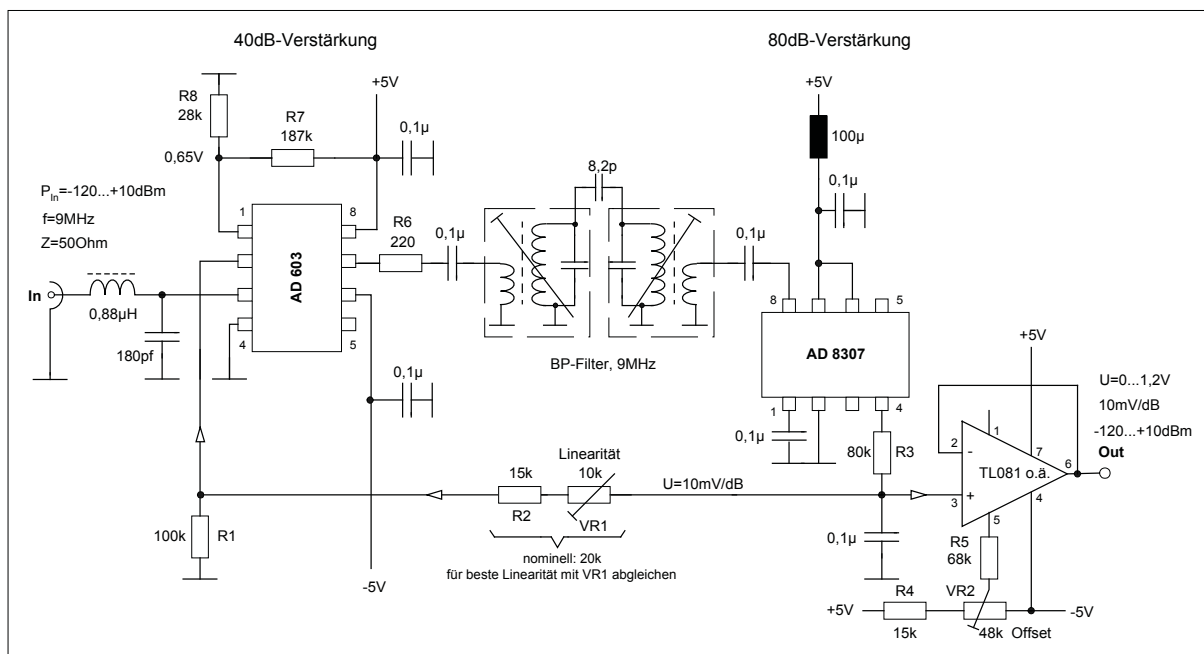
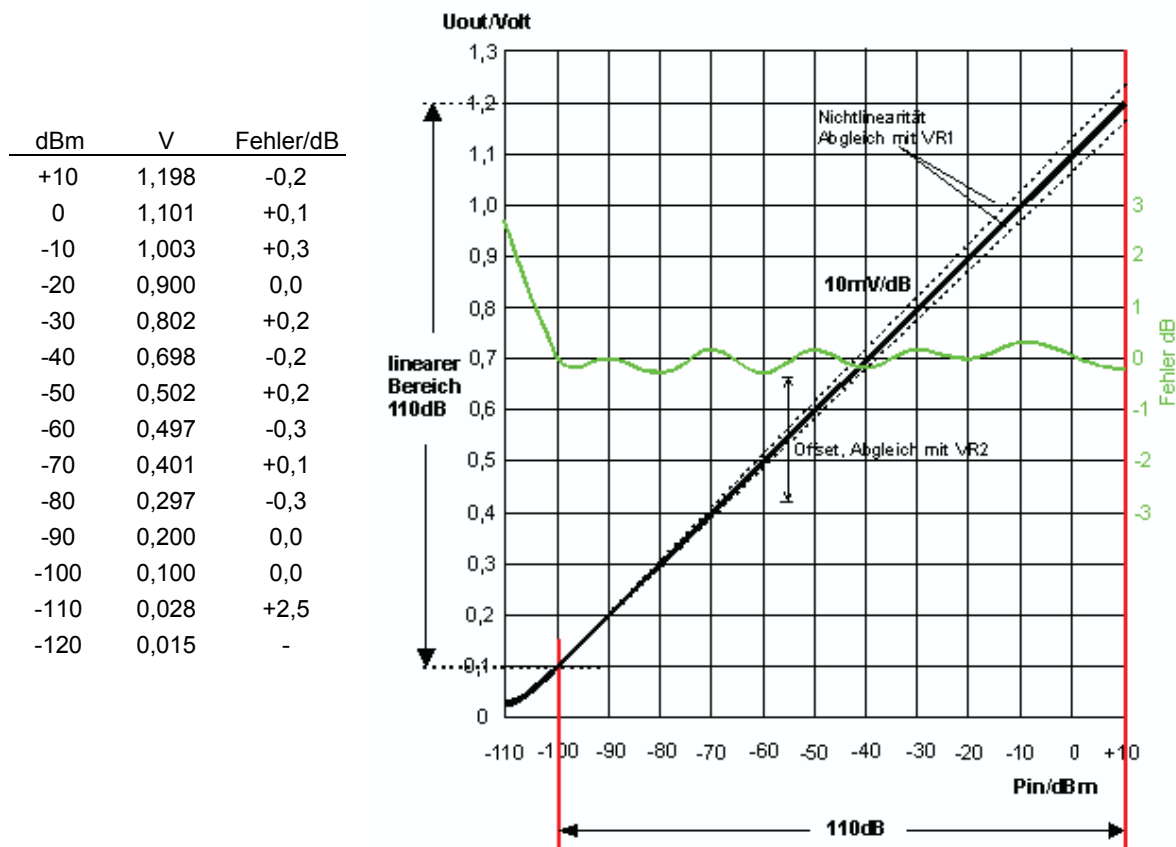
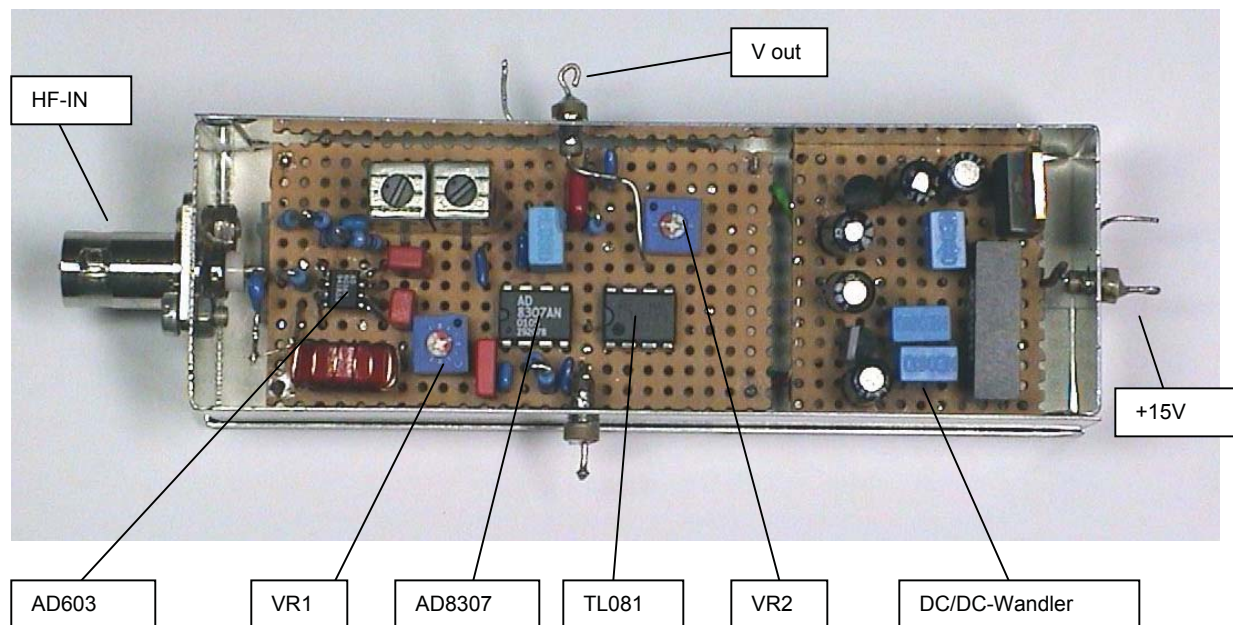

Bild 4: Selektiver, logarithmischer HF-Verstärker mit 120 dB Dynamik, Frequenz 9MHz, Empfindlichkeit -110dBm ...
Bild 5: Übertragungskurve des 120dB-Messsystems, aufgebaut mit den logarithmischen Verstärkern AD603 und AD8307
Bild 6: Versuchsaufbau des Log-Verstärkers und Spannungswandlers auf Lochrasterplatine in Weißblechgehäuse, 110x35x30mm
Der AD603 besitzt eine Verstärkung von 40dB bei einem Grundrauschen von lediglich $0,9\text{nV}/\sqrt{\text{Hz}}$ (entsprechend $0,4\mu\text{V}$ an 50 Ohm bzw. -115dBm in 200kHz Bandbreite) und hat den gleichen Verstärkungsfaktor wie der AD8307 von 25mV/dB . Werden ein AD603 und AD8307 in geeigneter Weise miteinander verbunden, kann man die Empfindlichkeit der Schaltung um fast 40dB erhöhen und erhält einen HF-Leistungsmesser von -110 bis $+10\text{dBm}$, mit logarithmisch linearer Ausgangsspannung. Den fertigen Schaltplan zeigt **Bild 4**, den resultierenden Messbereich **Bild 5** und den Versuchsaufbau **Bild 6**.
Wie Bild 5 zu entnehmen, verläuft die Ausgangsspannung der Log. Verstärkers von -100dBm bis +10dBm (0,1pW bis 1mW) streng linear logarithmisch, der max. Fehler liegt bei 0,3dB. Erst in Richtung sehr kleiner Signal begrenzt das einsetzende Grundrauschen die Messdynamik, bei -110dBm beträgt der Anzeigefehler -2,5dB. Ein Signal von -120dBm kommt noch deutlich zur Anzeige.
- Nach erfolgtem Feinabgleich sollte der Fehler zwischen -100 bis +10dBm nicht größer als 0,5dB sein (s. grüne Fehlerkurve im Diagramm Bild 5)).
(s.Tabelle u. Diagramm in Bild 5)